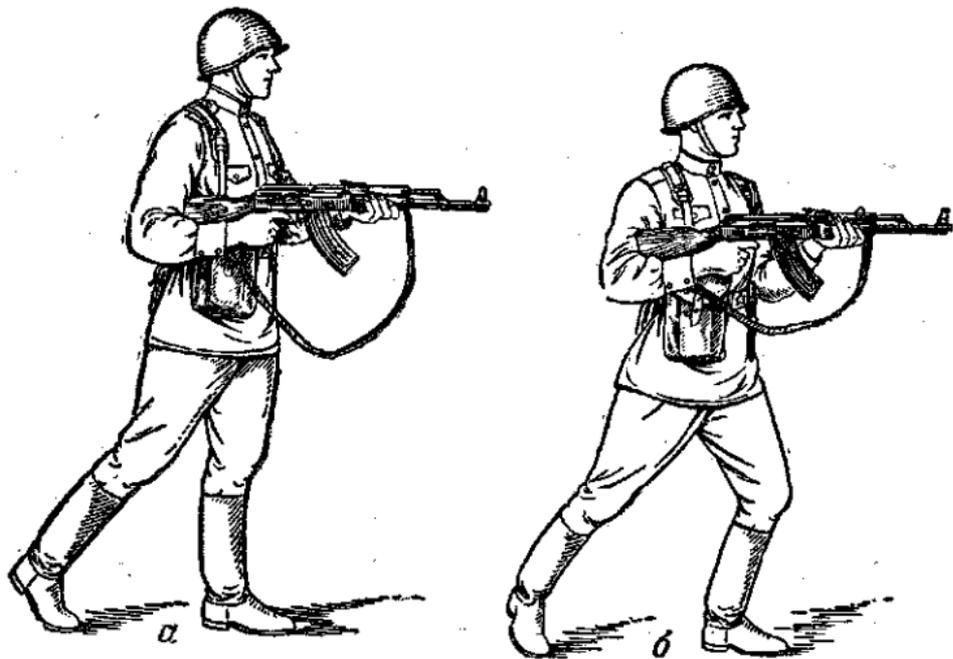

Рис. 73. Положение при стрельбе на ходу:
**130. Стрельба с прикладом, прижатым к боку,** ведется без остановки. Для этого правой рукой прижать приклад к правому боку без упора или с упором затыльником в плечевую часть правой руки у локтевого сустава (рис. 73). Если приклад сложен, автомат правой рукой прижать к боку ствольной коробкой и пистолетной рукояткой (см. рис. 56); левой рукой удерживать автомат за цевье. Направить автомат в цель и, не прекращая движения, открыть огонь.